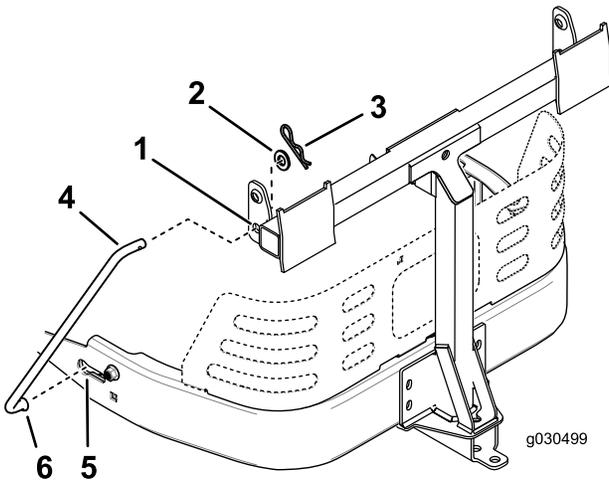

Figura 18
4. Instale el extremo doblado y abocinado de una varilla en la ranura en forma de bocallave del lado izquierdo del bastidor de la máquina, y mueva la varilla hacia atrás para encajarla en el bastidor (Figura 18).
5. Introduzca los extremos doblados de la varilla en el montaje de accesorios, según se muestra en Figura 18, y sujete el extremo de cada varilla con una arandela y una chaveta.